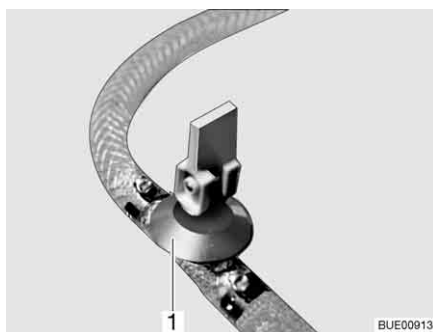
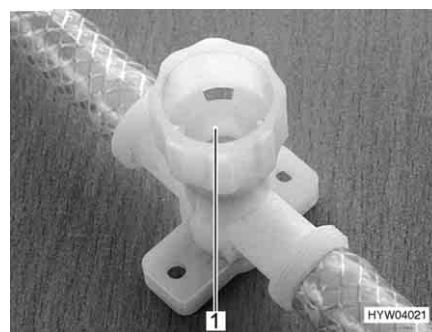

Fig. 181 Rubinetto di scarico (con leva a bilancere)
Fig. 182 Rubinetto di scarico (con tappo a vite)
- Chiudere tutti i rubinetti di scarico. Mettere la leva a bilanciere del rubinetto di scarico (Fig. 181,1) orizzontale o chiudere il coperchio del rubinetto di scarico (Fig. 182,1) in senso orario.